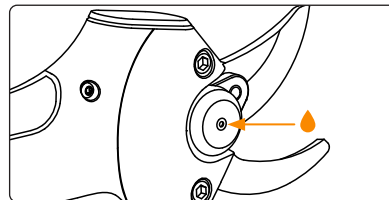

Figure 5. Emplacement de l'orifice de lubrification.
- La lame de coupe et la lame inférieure doivent être lubrifiées régulièrement en introduisant de la graisse universelle dans l'orifice de lubrification (petite encoche sur l'axe, comme le montre la Figure 5).